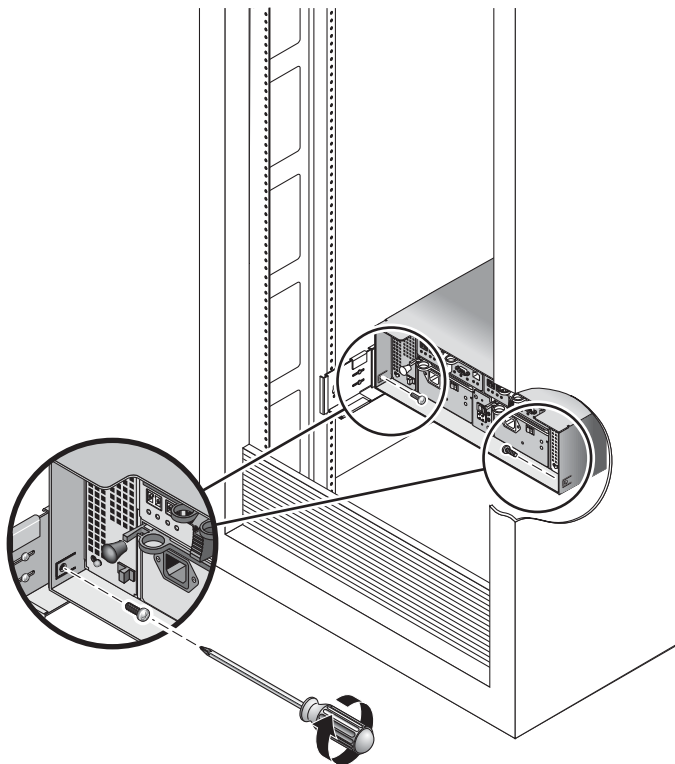

図 2-13 格納装置のキャビネット背面への固定
6. 格納装置の背面で、8-32 ねじを 2 本 (左右に 1 本ずつ) 取り付けてしっかりと締め、格納装置の背面をキャビネットに固定します (図 2-13)。